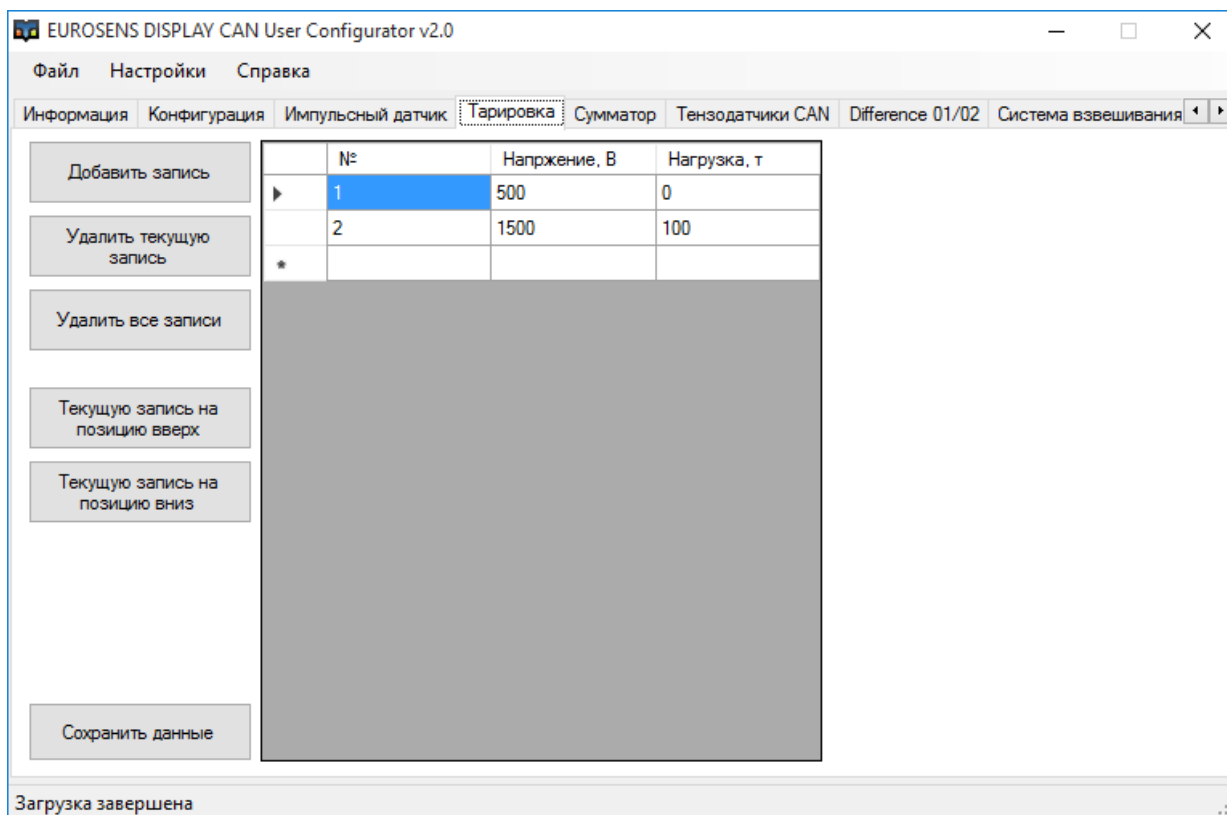

рис. 4.13. Калибровочная таблица, режим “Difference 01”
- 6) На основании полученных данных заполнить калибровочную таблицу (рис. 4.13).